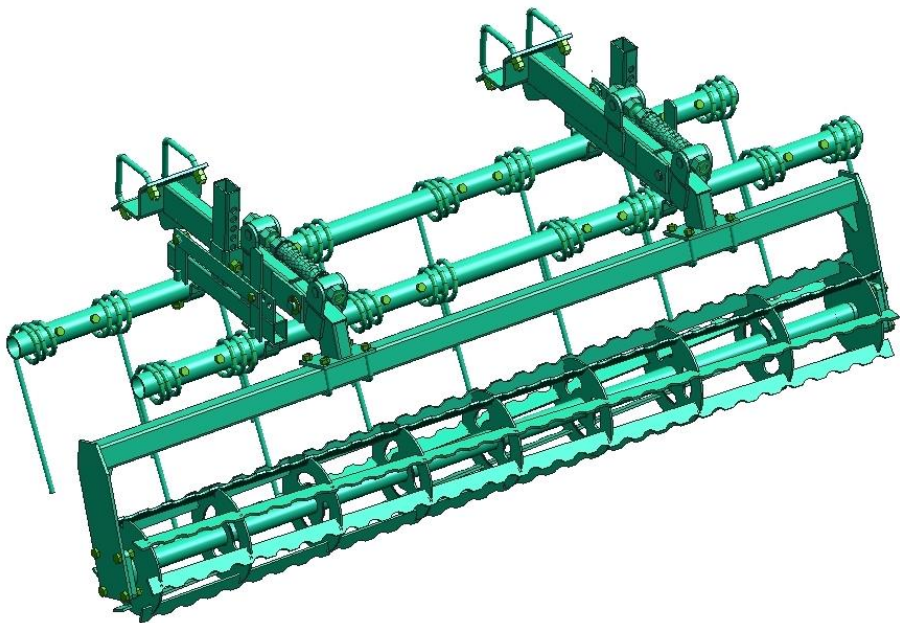

Рисунок 4 – ПКП - приставка пружинно-катковая
- ПКП - приставка пружинно-катковая (рис.4);